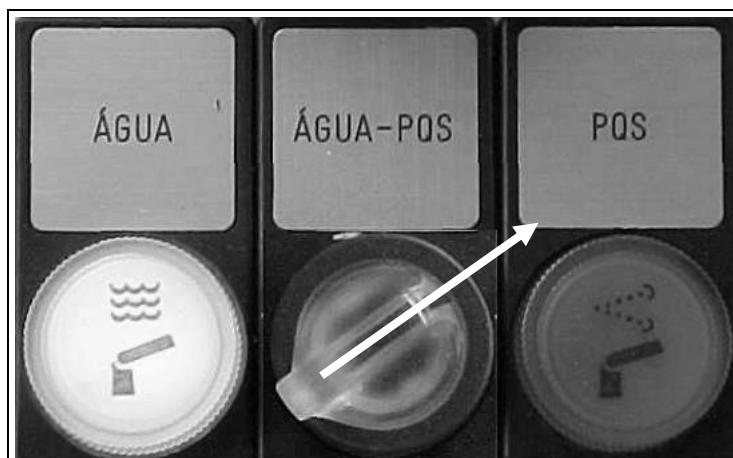

Fig 12.2-2
- O botão giratório Água - PQS para o monitor de extinção do teto deve estar girado para a posição PQS, selecionando o agente extintor pó químico (Fig 12.2-2).